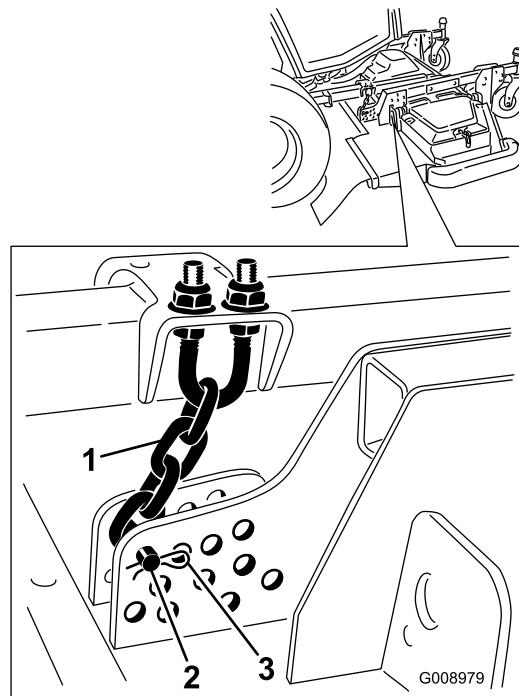

Рисунок 91
4. Снимите шплинт и шплинтуемый штифт, которые крепят цепь высоты скашивания к задней части деки газонокосилки (Рисунок 91).